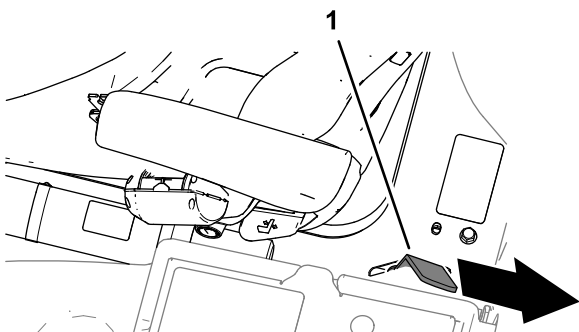

**Figura 46**
2. Cuando la plataforma se acerque a la posición de totalmente bajada, mueva la palanca de cierre de la plataforma (Figura 46) hacia la parte delantera de la máquina.